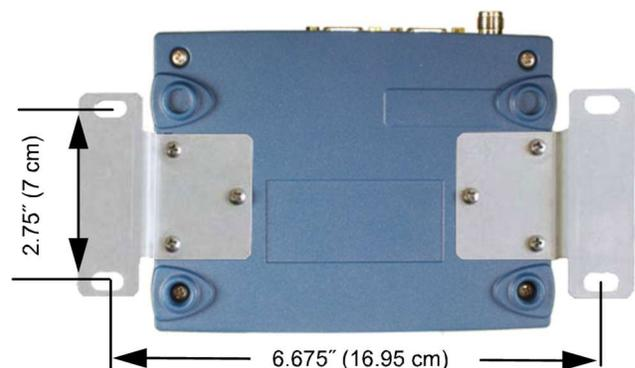

Figure 3. Dimensiones de los soportes de montaje
1. **Monte el transceptor.** Fije los soportes suministrados a la parte inferior de la carcasa del transceptor (si no están ya fijados), utilizando los cuatro tornillos de 6/32 x 1/4 pulgadas (6 mm). Las dimensiones de los soportes de montaje se muestran en Figure 3. Si se van a utilizar soportes de montaje con carril DIN, consulte el *Manual Técnico* para obtener instrucciones.